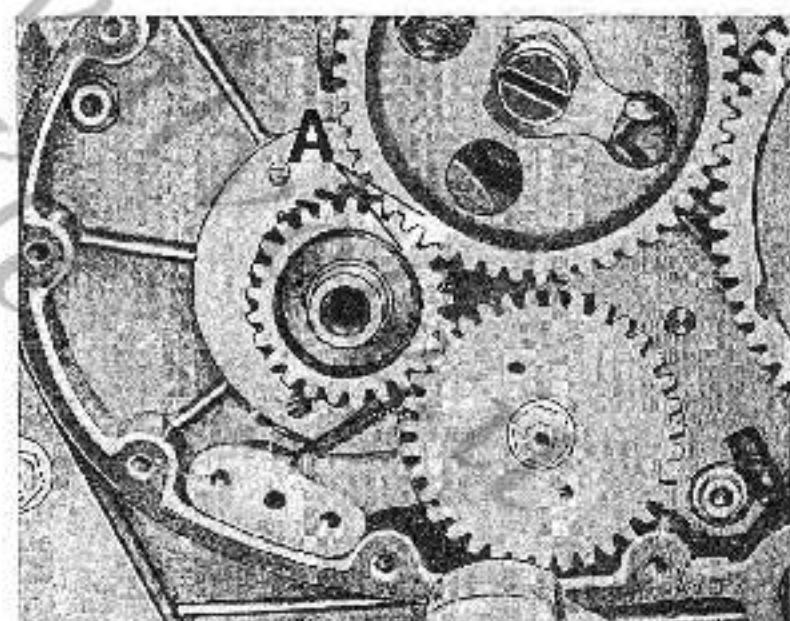

Fig. 18
**Controllo messa in fase della distribuzione (ved. fig. 18)**